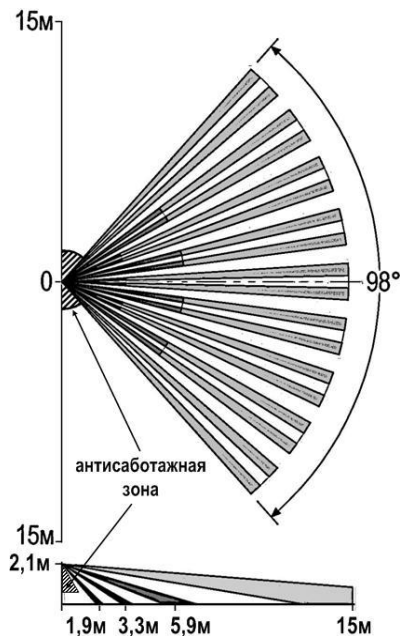

Рис.3 Диаграмма зон обнаружения
- Широкоугольная линза, позволяющая создать зону обнаружения максимальной площади (см. рис.3).